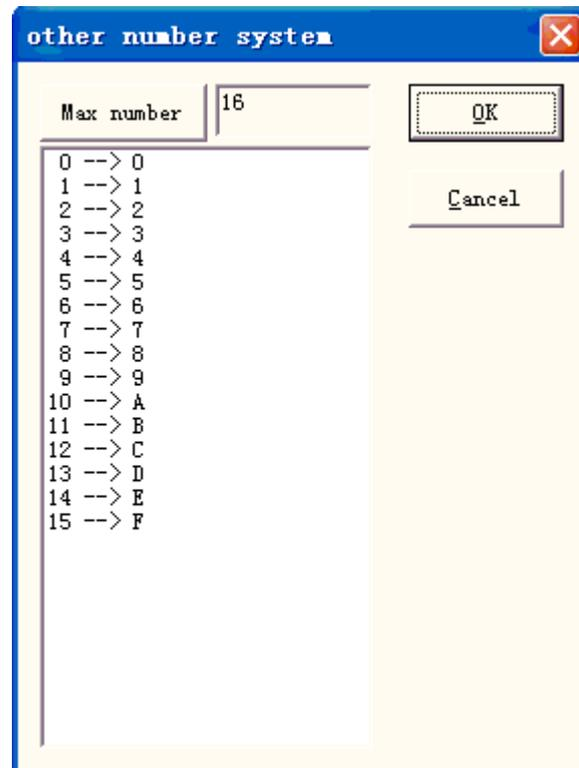

Figura 4-37 El usuario define otro cuadro de diálogo del sistema numérico
**Usuario define:**El número de serie se define según el sistema definido por el usuario; después de seleccionarlo, el sistema mostrará un cuadro de diálogo como el que muestra la Figura 4-37.